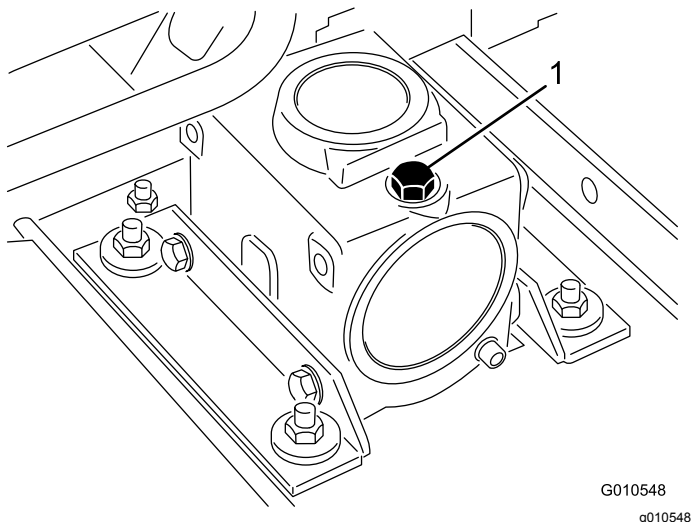

Figura 18
2. Retire la varilla/ tapón de llenado de la parte superior de la caja de engranajes (Figura 18) y asegúrese de que el lubricante está entre las marcas de la varilla. Si el nivel de lubricante es bajo, añada suficiente lubricante para que el nivel quede entre las marcas.